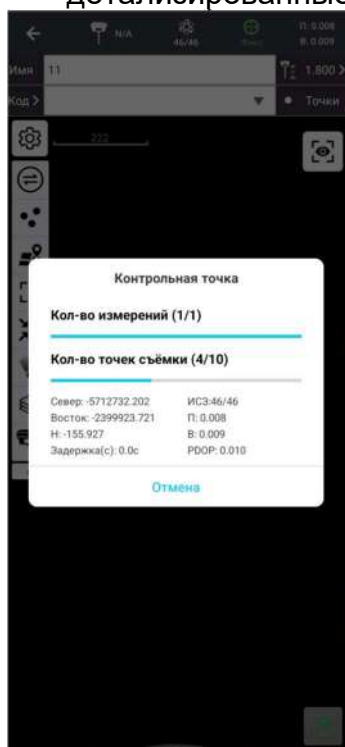
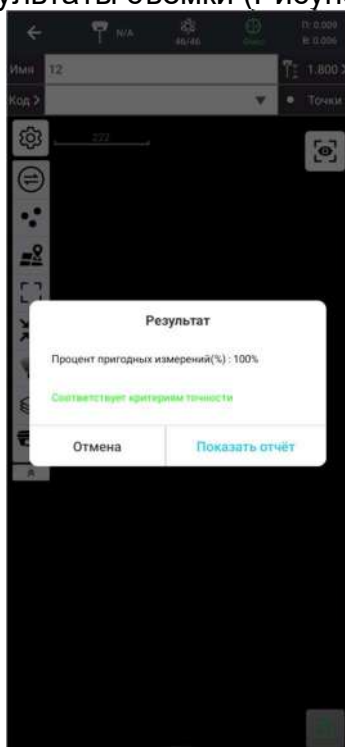

Рисунок 4.2.10
Рисунок 4.2.11
- Во время съемки на экране отображаются текущие данные, включая соответствие установленным допускам (Рисунок 4.2.10 и Рисунок 4.2.11).